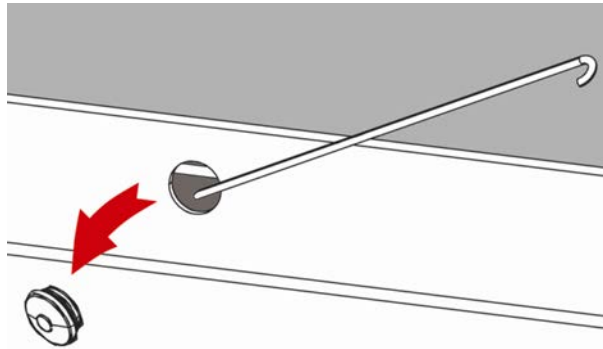

Abbildung 24: Stopfen entfernen
- ⇒ Entfernen Sie den Stopfen. Benutzen Sie dazu den Fanghaken aus dem Beipack (siehe Abbildung 24).